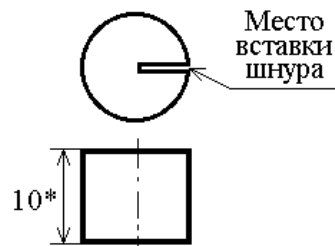

Рисунок 43 – Конструкция теплоизолирующей пробки
- 5) вынуть верхнюю и нижнюю теплоизолирующие пробки из верхней пробки устройства деформации (см. рисунок 43);